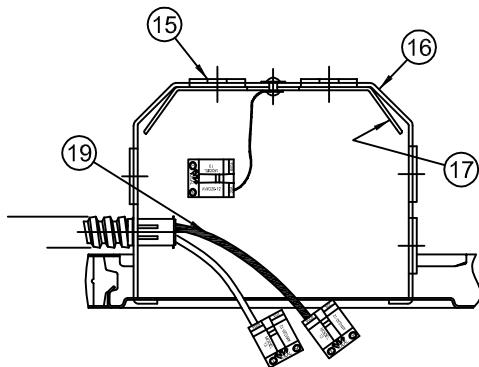

FIG. 4
3. Locate Housing along Bar Hanger in desired position and, using pliers, squeeze the 4 Locking Tabs (12) on the Plaster Frame (13) tightly over the Bar Hangers to prevent further Housing movement. Screws (1) are provided that can be tightened to lock Housing on the Hanger Bars.
4. As desired, hanger bars (6) may be shortened at score mark to fit tight mounting conditions and joist alignment tabs removed to adjust vertically as needed by breaking off with pliers.
5. Unsnap Junction Box Cover (14) by lifting the Leaf Spring (24).
6. Run supply wires through UL Listed connectors (not supplied) in one of the five Pryouts (15) on the Junction Box (16) or Type NM cable (ROMEX) through an Opening above the Wire Retaining Plate (17). Connect Supply Wires (19) as shown in Fig 4 & 5. Replace Cover.
3. Fixer le boîtier au long des barres de suspension dans la position désirée et à l'aide des pinces appuyer fermement sur les 4 languettes de blocage (12) du cadre en plâtre (13) et sur les barres de suspension pour éviter quelque mouvement du boîtier. Les barres de suspension (6) peuvent être installées dans les rainures en alternance (23) si les conditions de montage l'exigent.
4. Comme souhaité, barres de suspension (6) peut être réduite à la marque score à s'adapter à la situation tendue de montage et d'alignement des tabulations solives retirées pour régler verticalement selon les besoins de rompre avec une pince.
5. Ouvrir le couvercle de la boîte de jonction (14) soulevant le ressort à lames (24).
6. Faites passer les câbles d'alimentation à travers les connecteurs homologués UL (non inclus) dans une des cinq pièces amovibles (15) sur la boîte de jonction (16) ou faites passer un câble du genre NM (ROMEX) par l'ouverture au-dessus de la plaque de blocage à câbles (17). Relier les câbles d'alimentation (19) selon les Figures 4 et 5. Remplacer le couvercle.